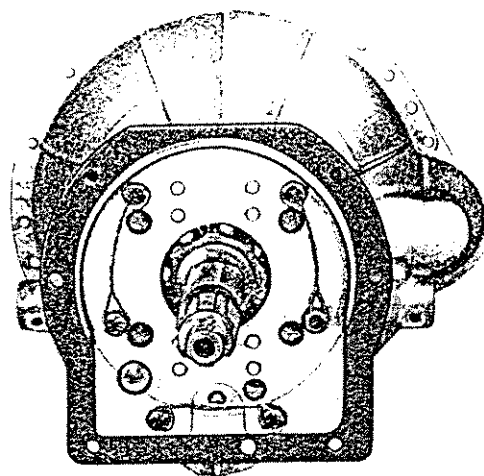

Abb. 3 Sicherung der Schrauben auf der Anschlußplatte mit Draht
1. Getriebe wie auf Seite 2.206 beschrieben zerlegen und die Hauptwelle durch die kürzere Overdrive-Hauptwelle ersetzen. Getriebe wieder zusammenbauen und anstelle der gewöhnlichen hinteren Getriebeverlängerung die Overdrive-Anschlußplatte mit Dichtung befestigen, wie Abb.3 zeigt. Eine Papierdichtung auf beiden Seiten mit einem Bindemittel bestreichen und über die Stiftschrauben auf den Overdrive-Befestigungsflansch anbringen.